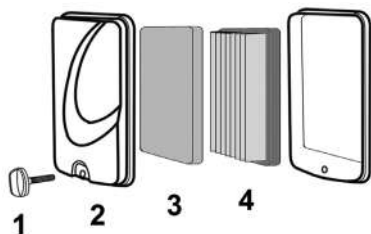

Рис. 19 Обслуживание воздушного фильтра PC5431F
1. Выкрутите болт (1) и снимите крышку воздушного фильтра (2) (Рис. 19).
2. Извлеките предварительный поролоновый (3) и основной бумажный (4) воздушный фильтры (Рис. 19).
4. При незначительном загрязнении промойте предварительный поролоновый фильтр (Рис. 19 п. 3) теплым мыльным раствором и просушите. Поврежденный или сильно загрязненный поролоновый фильтр замените.
*Бумажный фильтрующий элемент (Рис. 19 п. 4) не подлежит очистке, необходима его замена. Не продувайте основной бумажный фильтр сжатым воздухом, не мойте его в бензине и других растворителях. Эксплуатация двигателя с грязным или поврежденным воздушным фильтром, или без воздушного фильтра приведет к попаданию грязи и пыли в карбюратор и двигатель, что в свою очередь, станет причиной его быстрого износа. Двигатель в этом случае не подлежит ремонту по гарантии.*